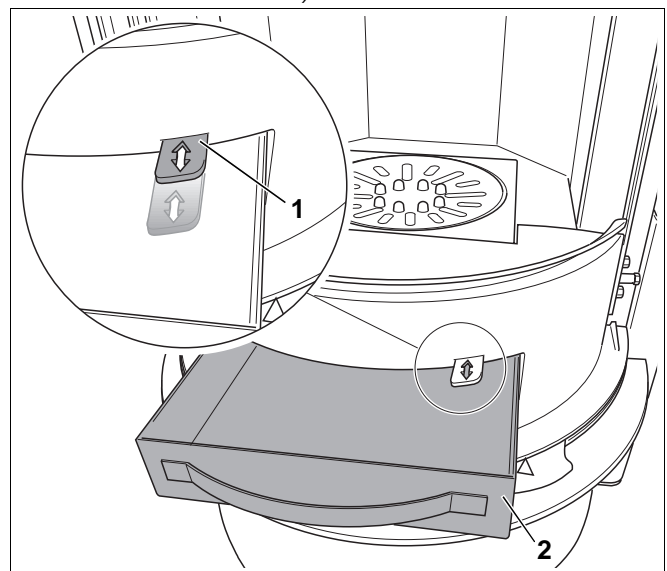

Abb. 21 Asche abrütteln
Achten Sie darauf, dass der Aschekasten Abb. 21, **Pos. 2** nie ganz gefüllt ist, da die Asche den Zutritt der primären Verbrennungsluft verhindern könnte.
- Rütteln Sie die Asche mit Hilfe der Rüttelstange (Abb. 21, **Pos. 1**) mehrmals ab.